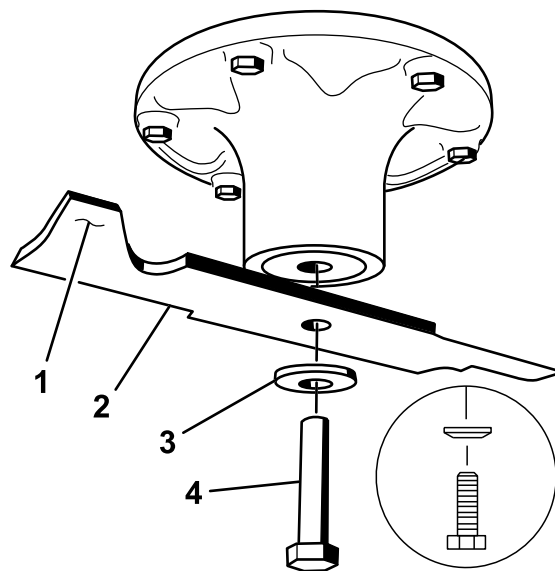

Figura 66
Segure na extremidade da lâmina, utilizando um trapo ou uma luva grossa. Retire a cavilha da lâmina, a anilha curva, e a lâmina do eixo (Figura 66).
2. Verifique o equilíbrio da lâmina colocando-a num equilibrador de lâminas (Figura 68). Se a lâmina ficar na horizontal é porque está equilibrada e pode ser utilizada. Se a lâmina não estiver equilibrada, lime algum metal da extremidade da aba apenas (Figura 66). Repita este procedimento até a lâmina estar equilibrada.
1. Instale a lâmina no veio (Figura 66).
2. Instale o disco de mola e o parafuso da lâmina. O cone do disco de mola deve ser montado virado para a cabeça do parafuso (Figura 66). Aperte o parafuso da lâmina com 135–150 Nm.